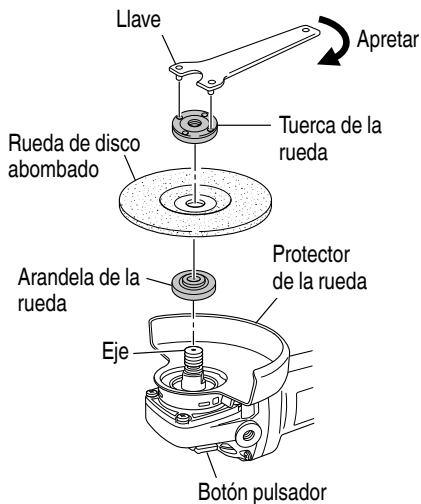

Fig. 5
10. Compruebe el botón pulsador. Cerciórese de que el botón pulsador esté desenganchado presionándolo dos o tres veces antes de conectar la alimentación de la amoladora. (Fig. 5)
- (1) Dé la vuelta a la amoladora de forma que el eje quede encarado hacia arriba.
- (2) Alinee la muesca ovalada de la arandela de la rueda con la muesca del eje, y después fíjelas.
- (3) Fije la parte saliente de la rueda de disco abombado en la arandela de la rueda.
- (4) Atornille la rueda en el eje.
- (5) Presionando el botón pulsador con una mano, bloquee el eje girando lentamente la rueda de disco abombado con la otra mano.
- Apriete la tuerca de la rueda utilizando la llave suministrada como se muestra en la Fig. 5.